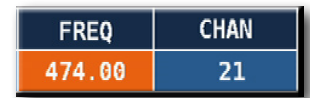

fig. 5
- Pulse la rueda y confirmar la selección (fig. 5)